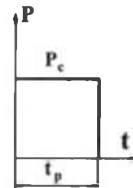

Рис.4
9. Двигатель, выбранный по нагрузочной диаграмме (рис.4), необходимо и достаточно проверить: